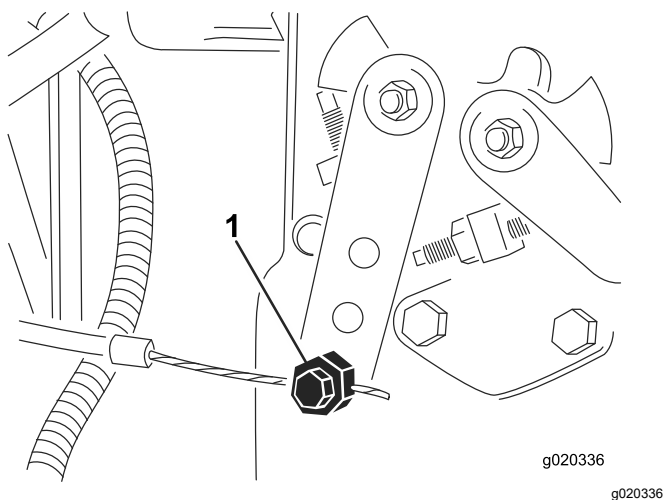

Figure 77
2. Desserrez le connecteur du câble d'accélérateur sur le bras du levier de la pompe d'injection (Figure 77).